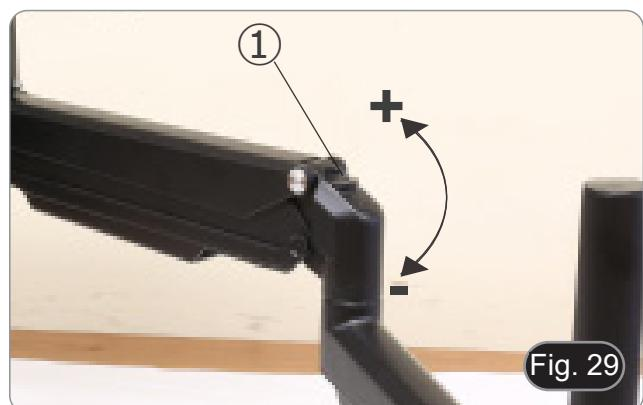

Fig. 29
1. Allentare la manopola di fissaggio del braccio orizzontale ④ e ruotare il braccio, quindi stringere nuovamente la manopola. (Fig. 29)